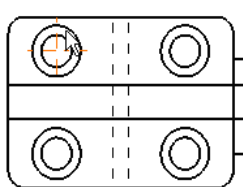

图 6-438
- >>> 步骤03 选定一个圆,系统将自动创建该圆中心线,如图 6-438 所示。